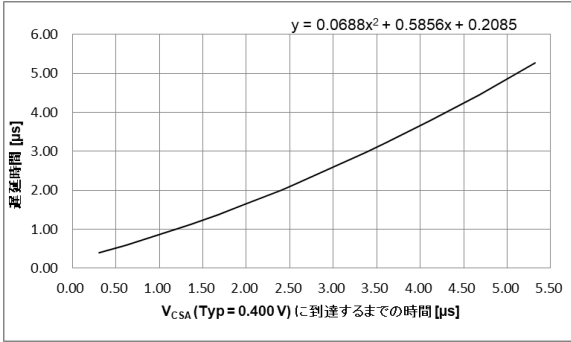
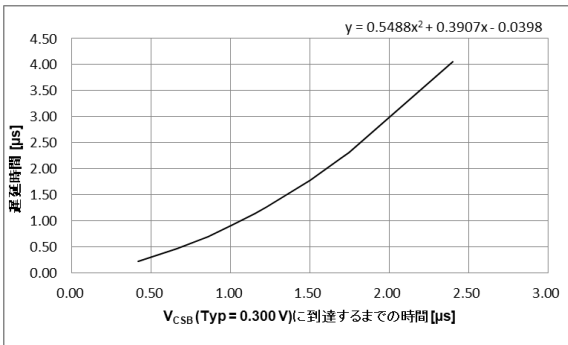

Figure 6A. 遅延時間 vs  $V_{CSA}$  (Typ = 0.400 V) に到達するまでの時間(BM2P064H-Z)
Figure 6C. 遅延時間 vs  $V_{CSB}$  (Typ = 0.300 V) に到達するまでの時間(BM2P134H-Z)
スイッチングサイクルごとの過電流リミッタを内蔵しています。過電流リミッタは 1 パルスに対して、SOURCE 端子電圧が  $V_{CSA}$  (Typ = 0.400 V) または  $V_{CSB}$  (Typ = 0.300 V) 以上になると、遅延時間後にターン OFF する動作です。遅延時間は  $V_{CSA}$  (Typ = 0.400 V) または  $V_{CSB}$  (Typ = 0.300 V) に到達するまでの時間によって変化します。この遅延時間により、AC 電圧補正機能が動作しています。SOURCE 端子電圧が  $V_{CSA}$  (Typ = 0.400 V) または  $V_{CSB}$  (Typ = 0.300 V) に到達するまでの時間と追加の遅延時間の関係を Figure 6A から 6C に示します。
- $t_D$ : IC で追加される遅延時間 (Figure 6A から Figure 6C 参照)